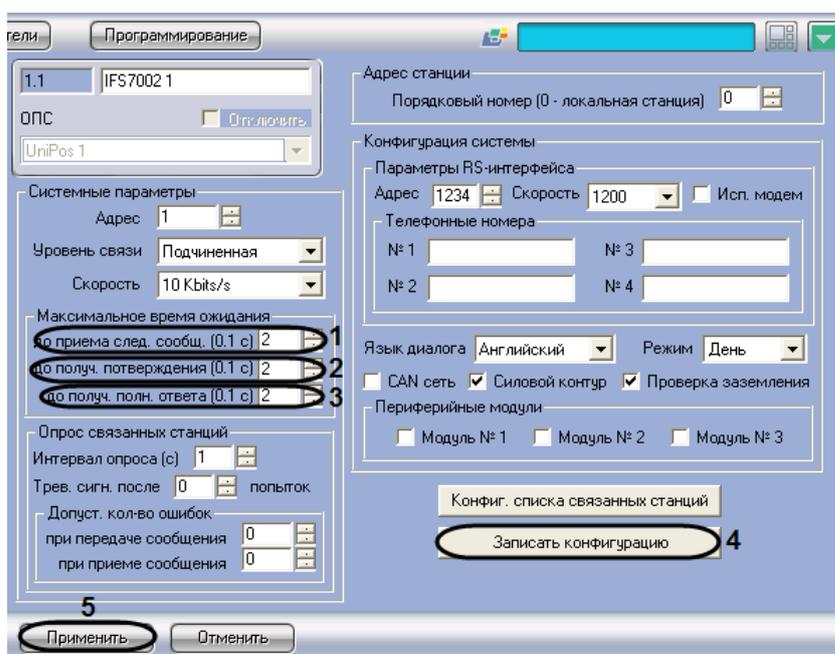

Рис. 3.3-8 Задание максимального времени ожидания сообщений
1. Перейти на панель настройки объекта **IFS7002** (Рис. 3.3-8).
2. В поле со списком **до приема след. сообщ. (0.1 с)** ввести максимальное время ожидания станцией следующей части сообщения от компонента системы (см. Рис. 3.3-8, 1).
3. В поле со списком **до получ. подтверждения (0.1 с)** ввести максимальное время ожидания станцией подтверждения, что компонент системы получил от станции сообщение (см. Рис. 3.3-8, 2).
4. В поле со списком **до получ. полн. ответа (0.1 с)** ввести максимальное время ожидания станцией ответа компонента системы на сообщение станции (см. Рис. 3.3-8, **3**).
5. Для применения настроек на станции нажать кнопку **Записать конфигурацию** (см. Рис. 3.3-8, **4**).
6. Для сохранения настроек во внутренней базе данных ПК *Интеллект* нажать кнопку **Применить** (см. Рис. 3.3-8, **5**).